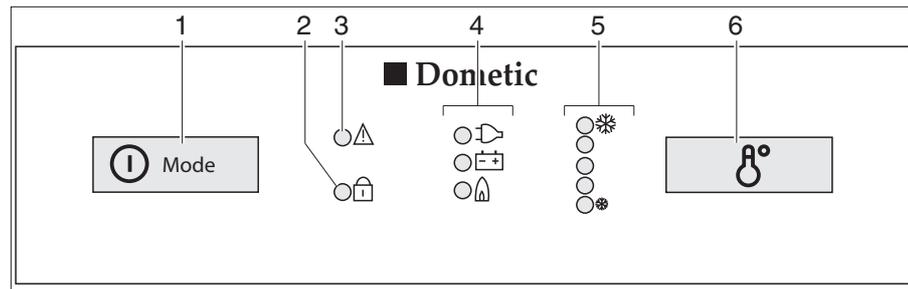

Fig. 323 Elementi di comando per il frigorifero (serie Dometic 8 con SMSE)
- Premere l'inseritore/selettore di energia (Fig. 323,1) per 2 secondi, per accendere l'apparecchio. Il LED dell'ultima modalità di funzionamento prescelta si accende.
- Eventualmente premere più volte e brevemente l'inseritore/selettore di energia (Fig. 323,1), fino a quando l'indicazione di funzionamento GAS "🔥" si accende. L'alimentazione del gas è ora aperta. L'accensione avviene automaticamente. È udibile un ticchettio fino a quando procedura di accensione non è stata portata a termine.
- Impostare la temperatura di refrigerazione con l'interruttore per la regolazione della temperatura (Fig. 323,6).
- Eventualmente premere più volte e brevemente l'inseritore/selettore di energia (Fig. 323,1), fino a quando l'indicazione di funzionamento a 230 V " si accende.
- Eventualmente premere più volte e brevemente l'inseritore/selettore di energia (Fig. 323,1), fino a quando l'indicatore di funzionamento a 12 V " si accende.